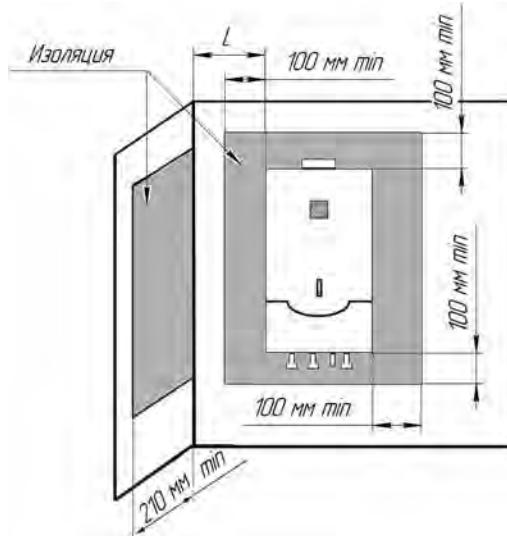

Рис. 1. Установка аппарата на трудносгораемых стенах.
6.5 Аппарат устанавливается на несгораемую кирпичную, бетонную (с облицовкой керамической плиткой или без неё) стену. Допускается установка аппарата на трудносгораемых стенах при условии изоляции стены оцинкованным листом толщиной 0,8-1 мм по листу базальтового теплоизоляционного картона БТК толщиной 3-5 мм. Изоляция стены должна выступать за габариты корпуса аппарата не менее чем на 100 мм с каждой стороны (см. рис.1), а расстояние от боковых поверхностей аппарата до трудносгораемых стен без применения изоляции должно быть не менее 250 мм. При уменьшении указанного расстояния до 150 мм необходима установка теплоизоляции.